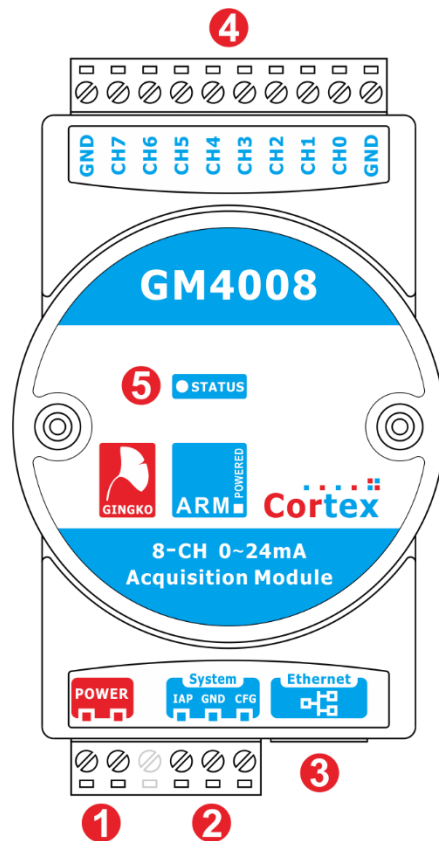

图 1.1 模块接口标注说明
模块采用 7.5V~36V 直流电源供电，通过导线连接图 1.1 中①端口上，连接时不分正负。正确连接电源后，LED 指示灯会指示相应工作状态。